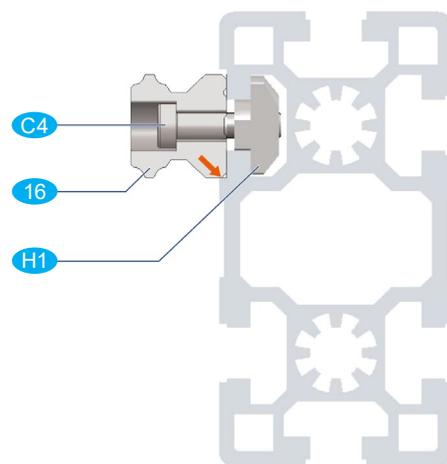

Bild 8: Linearführungen an Anschlagkante (Pfeil)
- Linearführung 16 am Profil 25 verschrauben; dabei muss die Unterkante der Linearführung auf ganzer Länge an der gefrästen Anschlagkante des Profils anliegen (siehe Bild 8).